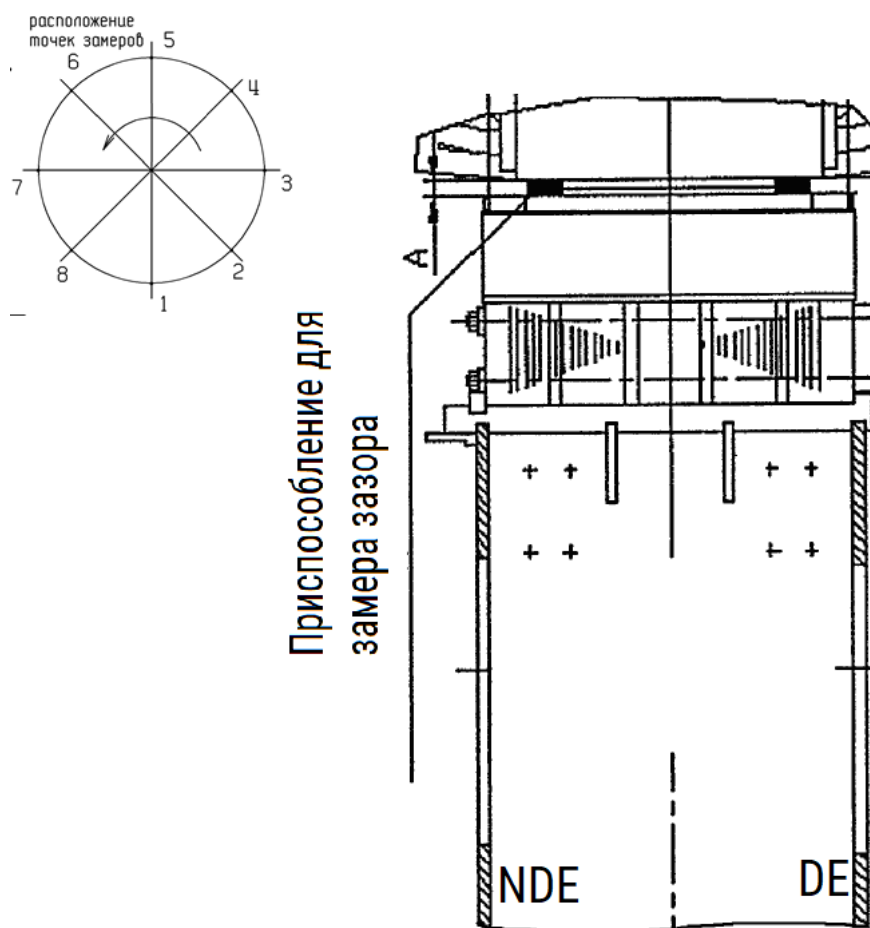

Рисунок 5.1 Замеры воздушного зазора
5.1.6. Измерить воздушный зазор между верхней частью сердечника полюса ротора и сердечником статора с помощью щупа. Величины воздушных зазоров в диаметрально противоположных точках не должны отличаться друг от друга более чем на $\pm 10\%$ от среднего размера зазора. Рис. 5.1 Данные замеров занести в таблицу 5.1